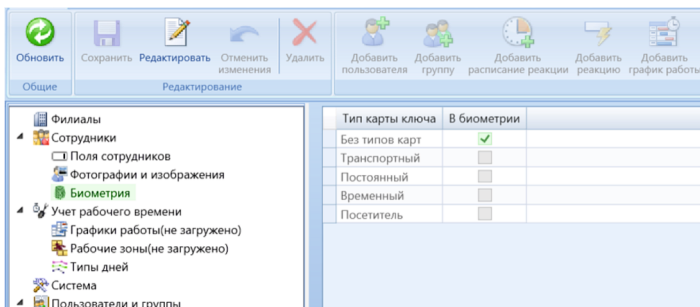

Рис. 15. Настройка распознавания без использования типов карт сотрудников
2. В разделе «Биометрия» через кнопку «Редактировать» поставьте флажок напротив «Без типов карт», если на вашем объекте нет разделения типов карт сотрудников, то выберите нужный тип ключа который будет использоваться для биометрии (рис. 15). Если вы используете один ключ для сотрудника (без типа карт), то в настройках биометрии выбирайте «Без типа ключа». Если вы используете несколько ключей для сотрудника, например Карта и Мобильный идентификатор, то желательно основному ключу присваивать Тип, который и следует выбрать при настройках биометрии.
6. Если сотруднику не присвоен ключ, то нажмите кнопку «Сгенерировать». Проверьте, чтоб в поле «Тип карты» был указан ключ, который был выбран для использования биометрии (см. рис.15).